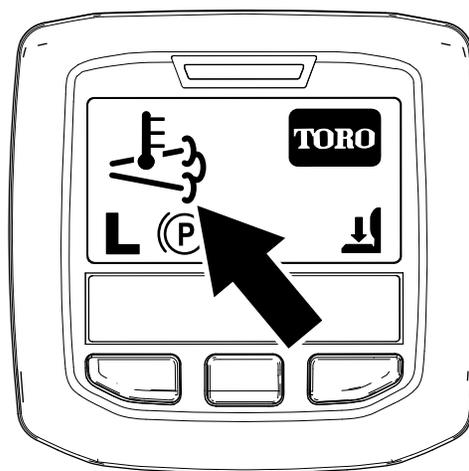

Рисунок 64
- Значок высокой температуры выхлопа отображается на экране инфо-центра (Рисунок 64).